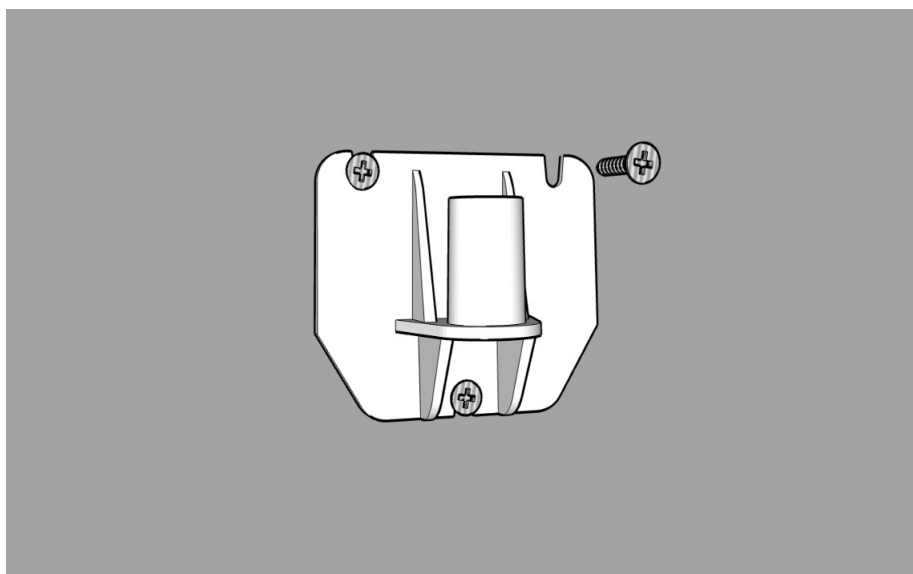

Figura 11: Instalação Base
- 1) O primeiro passo para a instalação do sensor é encontrar o posicionamento ideal para a fixação, de forma que respeite as orientações da Seção 4.1. Após isso, a base (1) deve ser posicionada no local escolhido. A fixação pode ser feita utilizando 3 parafusos 3,5 × 25mm (4), conforme a Figura 11.